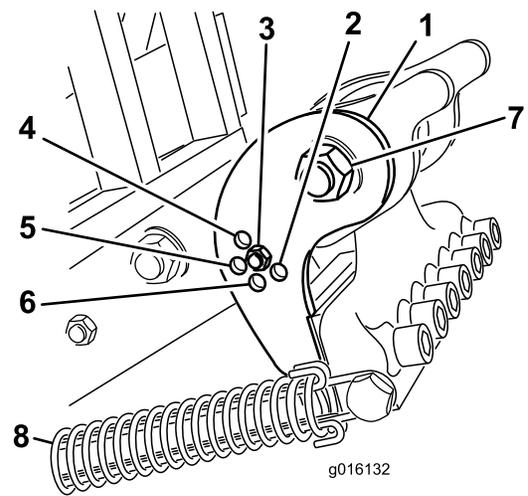

Figure 35
Réglez le support d'inclinaison (Figure 35) à la position correcte selon la longueur des louchets utilisés. La butée de la tête est réglée à l'une de cinq positions prédéterminées en choisissant le trou de boulonnage de la tige de réglage. Ces trous sont prédéfinis seulement ; par exemple, l'utilisation d'un louchet de 25,4 cm à la position 30,5 cm peut vous permettre d'obtenir une finition plus régulière, selon l'application.
3. Décrochez le ressort de la tête d'aération (Figure 35).
4. Retirez l'écrou et le boulon des trous de réglages du support d'inclinaison (Figure 35).